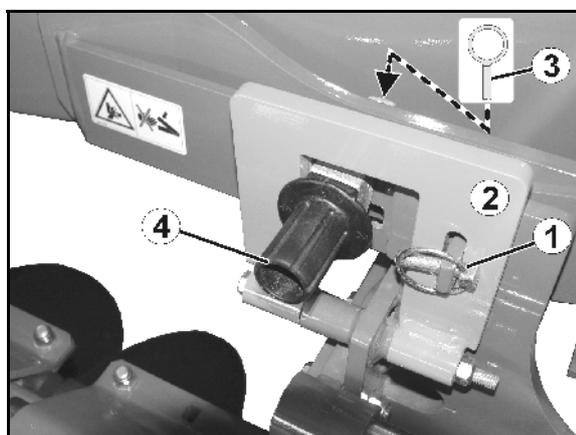

Fig. 41
1. Klapstecker des Verriegelungsbügels (Fig. 41/1) lösen.
2. Verriegelungsbügel (Fig. 41/2) herunterklappen.
4. Klapstecker des Excenterbolzen (Fig. 41/3) lösen.
5. Excenterbolzen (Fig. 41/4) in den gewünschten Steckplatz stecken.
1. Federstecker des Verriegelungsbügels (Fig. 41/1) lösen.
3. Klappstecker des Excenterbolzens (Fig. 41/3) lösen.